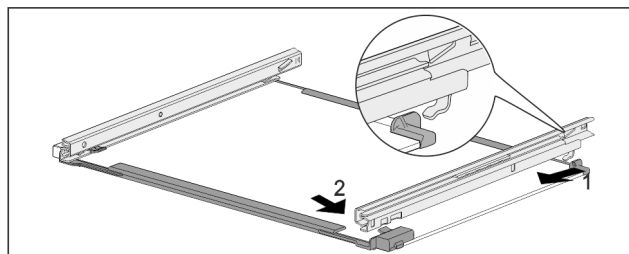

Fig. 266 Tablette en verre avec rails
- Accrocher le rail à l'arrière. Fig. 266 (1)
- Accrocher le rail à l'avant. Fig. 266 (2)